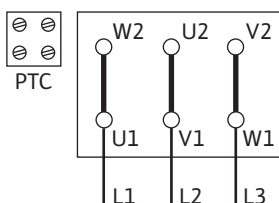

Fig. 13: Δ-схема
- Подключение к сети зависит от мощности двигателя P2, сетевого напряжения и типа пуска. Требуемое переключение соединительных перемычек в клеммной коробке можно определить по следующей таблице, а также Fig. 13, 14 и 15.